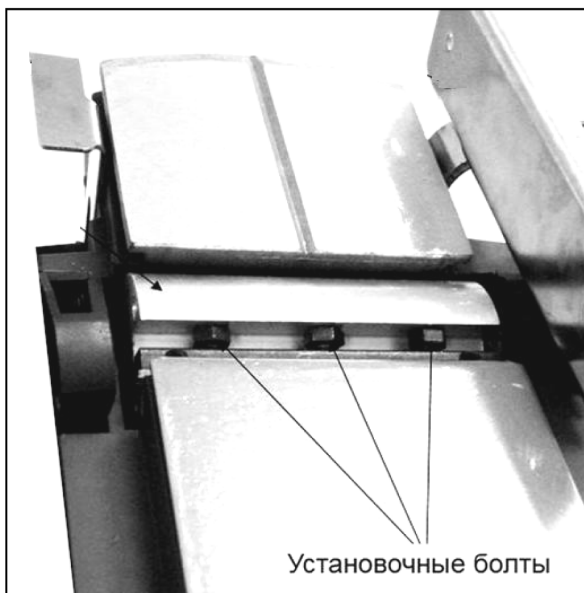

Рис. 6
- Для отсоединения ножей от ножевого барабана, с помощью гаечного ключа открутите установочные болты (Рис. 6).